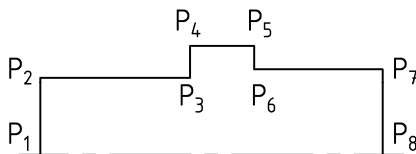

Рис. 93. Половина контура штуцера
1. Начиная с точки P_1 , используя команду *Отрезок* (*Line*), строим контур $P_1...P_8$. При построении контура можно использовать относительные координаты, а также метод «направление-расстояние» (рис. 93):